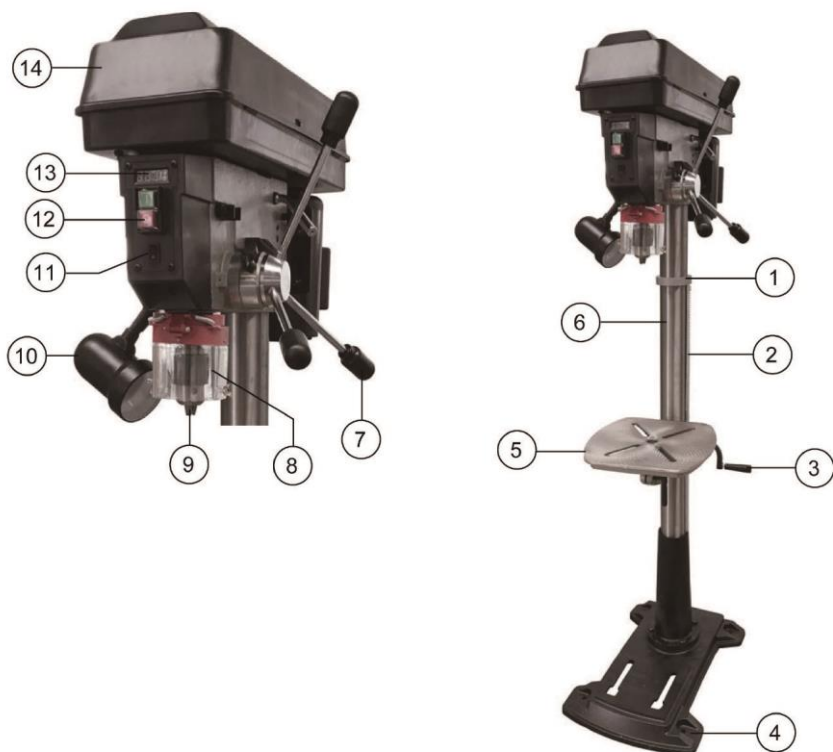
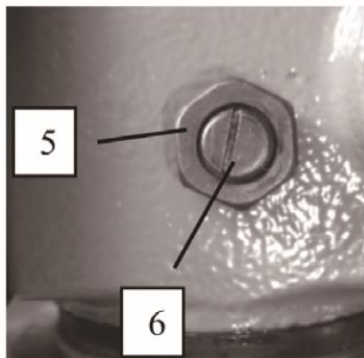
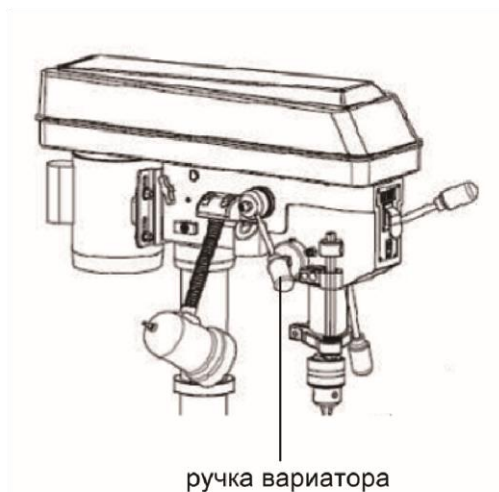

Рис. 1
Рис. 6
Рис. 10
- 6.1. Установите основание (4) станка на ровную прочную поверхность (Рис. 1).
6.3. Возьмите кронштейн стола, вставьте в него червячный вал (Рис. 3) и введите элевационную рейку. Прижмите элевационную рейку к червячному валу. Установите собранный узел на стойку (Рис. 4). Нижний конец элевационной рейки ополрется на нижнее кольцо стойки, а верхний конец рейки прижмите ограничительным кольцом (Рис. 5). При установке ограничительного кольца на стойку обратите внимание на то, чтобы узел с одной стороны кольца плотно прижал элевационную рейку. Зафиксируйте кольцо винтом. Установите ручку перемещения рабочего стола 6 (Рис. 1).
6.5. Установите ручки подачи 7 (Рис. 1).
6.6. Установите защитный щиток 8 (Рис. 1).
6.7. Установите на шпиндель патрон 9 (Рис. 1).
6.8. Установите защитный щиток 8 (Рис. 1).
6.9. Переместите шпиндель в нижнее положение и проверьте наличие поперечного люфта шпинделя, покачав за сверлильный патрон 9 (Рис.1). Если люфт ощутим, его можно минимизировать, проворачивая по часовой стрелке винт 6 (Рис.6), предварительно отпустив контрящую гайку 5 (Рис. 6). По завершению регулировки затяните контрящую гайку. Помните, затягивая винт 6 (Рис. 6) вы прижимаете шпиндель. Усилия возвратной пружины может оказаться недостаточным для автоматического подъема шпинделя в исходное положение.
- Включение станка осуществляется выключателем 12 (Рис. 1). Кожух ременной передачи 14 (Рис. 1) должен быть закрыт. Ключ зажимного патрона не должен оставаться в патроне.
- Отключение станка производится нажатием кнопки «0» выключателя 12 (Рис. 1).
- Подсветка включается выключателем, расположенным на задней стороне плафона 10 (Рис. 1).
- Лазерный указатель включается выключателем 11 (Рис. 1).
- Осевое перемещение шпинделя (патрона) 9 (Рис. 1) задается рычагом подачи 7 (Рис. 1).
- Изменение высоты рабочего стола 5 (Рис. 1) вдоль стойки осуществляется ручкой 3 (Рис. 1) с предварительно ослабленным фиксатором кронштейна.
Скорость вращения шпинделя регулируется ручкой вариатора (Рис. 10). Обороты шпинделя отображаются на цифровом дисплее 13 (Рис. 1)